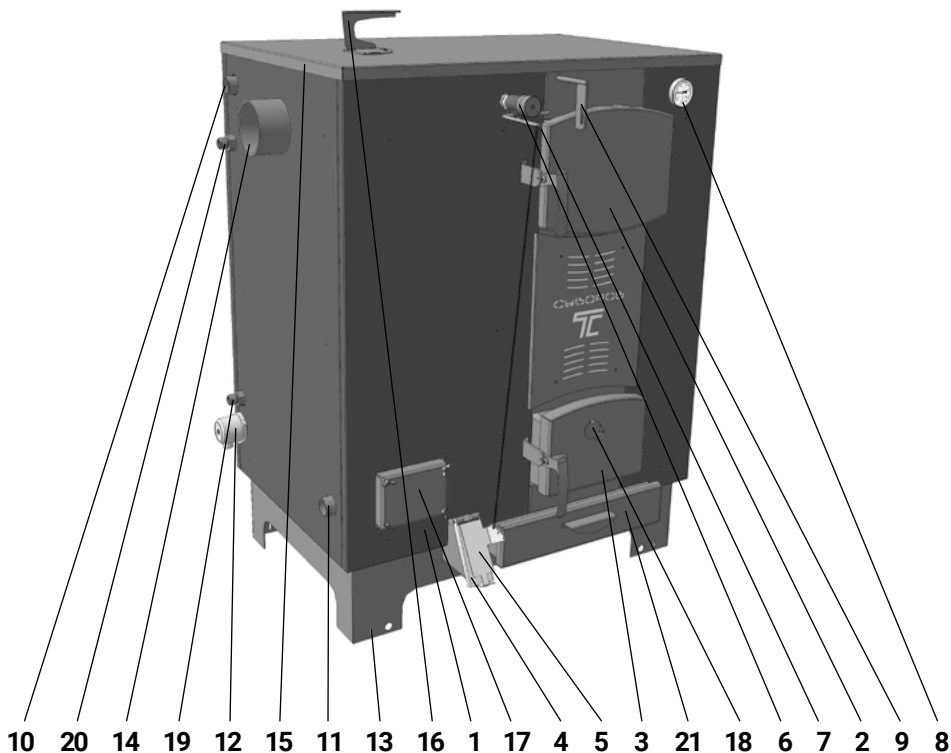

Рис. 1. Конструкция тепловой станции «Суворов ТС»
Конструкция тепловой станции модельного ряда «Суворов ТС» представлена на рис. 1. Тепловая станция состоит из корпуса (1), под теплоизолированным кожухом которого размещена водяная рубашка, загрузочной дверцы (2), дверцы розжига (3), зольного ящика (21), двухступенчатой заслонки, состоящей из большой (4) и малой (5) заслонок, терморегулятора (6) с приводом (7), термометра (8), привода управления дымоотводящей заслонкой